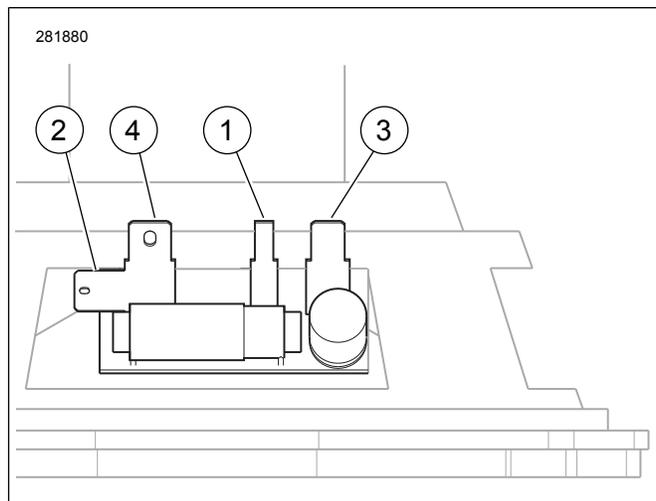
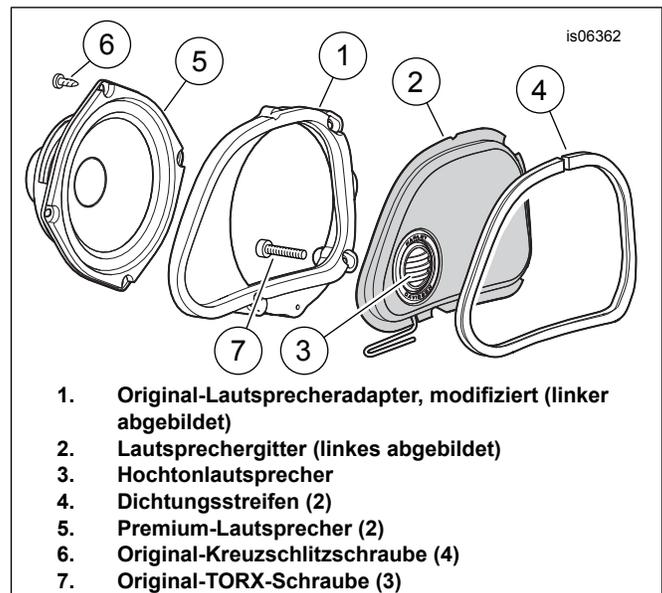

Abbildung 2. Kabelschuhkontakte für Bagger-Lautsprecher
Abbildung 3. Komponenten des Boom! Audio Frontlautsprechersatzes für Road Glide
3. Siehe Abbildung 2. Die Kabel vom am Gitter montierten Hochtonlautsprecher zu den Kabelschuhkontakten (1) und (2) auf der Rückseite des Lautsprechers anschließen. Kabelschuhkontakte in unterschiedlicher Größe verhindern einen falschen Zusammenbau.
6. Siehe Abbildung 2. Die Buchsenkontakte vom Fahrzeugkabelbaum an den Kabelschuhkontakten (3) und (4) auf der Lautsprecherrückseite befestigen. Kabelschuhkontakte in unterschiedlicher Größe verhindern einen falschen Zusammenbau.
2. Siehe Abbildung 3. Die Schutzfolie von der Klebstoffseite des Dichtungsstreifens (4) abziehen. Die Dichtung behutsam auf den äußeren Flansch an der **Vorderseite** des **neuen** Lautsprechergitters (2) aufsetzen und fest andrücken; entlang des gesamten Flanschumfangs fest andrücken. Überschüssiges Dichtungsmaterial abschneiden und keine Lücken lassen.
3. Einen **neuen** Lautsprecher (5) wie abgebildet gegen die hintere Adapterfläche (1) ansetzen, wobei die Kabelschuhkontakte nach **innen und unten** zeigen müssen. Die Befestigungslöcher in Lautsprecher und Adapter aufeinander ausrichten. Mit der früher entfernten Kreuzschlitzschraube (6) den Lautsprecher am Adapter befestigen. Die Schrauben auf ein Drehmoment von 0,7–1,4 N·m (6–12 **in-lbs**) anziehen.
4. Das Lautsprechergitter wie abgebildet an der Fläche des Adapters ansetzen; der Hochtוןlautsprecher (3) muss an der Fahrzeugaußenseite liegen. Die Kabel des Hochtוןlautsprechers nach unten und zwischen Grill und Adapter heraus verlegen.
5. Siehe Abbildung 2. Die Kabel vom am Gitter montierten Hochtוןlautsprecher zu den Kabelschuhkontakten (1) und (2) auf der Rückseite des Lautsprechers anschließen. Kabelschuhkontakte in unterschiedlicher Größe verhindern einen falschen Zusammenbau.
8. Die Buchsenkontakte vom Fahrzeugkabelbaum an den Kabelschuhkontakten (3) und (4) auf der Lautsprecherrückseite befestigen. Kabelschuhkontakte in unterschiedlicher Größe verhindern einen falschen Zusammenbau.
2. Siehe Abbildung 2. Die Kabel vom am Gitter montierten Hochtוןlautsprecher zu den Kabelschuhkontakten (1) und (2) auf der Rückseite des Lautsprechers anschließen. Kabelschuhkontakte in unterschiedlicher Größe verhindern einen falschen Zusammenbau.
3. Die Buchsenkontakte vom Fahrzeugkabelbaum an den Kabelschuhkontakten (3) und (4) auf der Lautsprecherrückseite befestigen. Kabelschuhkontakte in unterschiedlicher Größe verhindern einen falschen Zusammenbau.